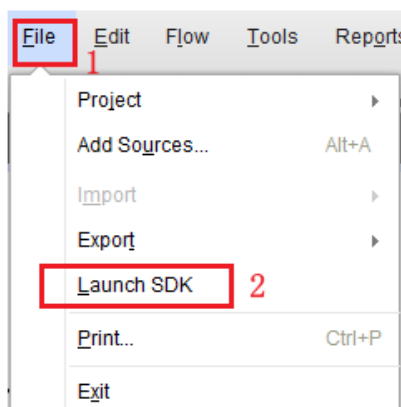

图 1-15 进入 SDK 软件
2. 进入 SDK 软件，点击 File->Launch SDK，如下图 1-15 所示。